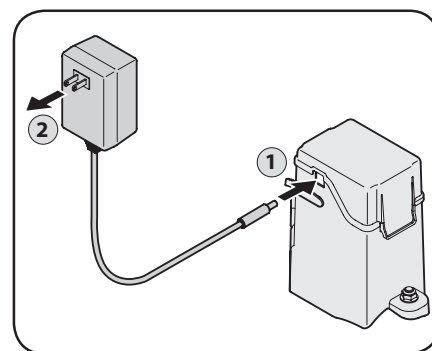

Figura 4-9
- Quite el sello de la cubierta y conecte el cargador de la batería en el orificio de entrada en el costado del alojamiento de la batería. Vea la Figura 4-9.